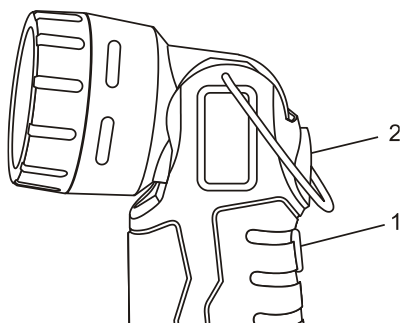

Рис.11
**Для включения фонаря, нажмите кнопку ВКЛ, для выключения нажмите ее снова. (рис. 11)**
### Магнитный держатель (Рис. 11)